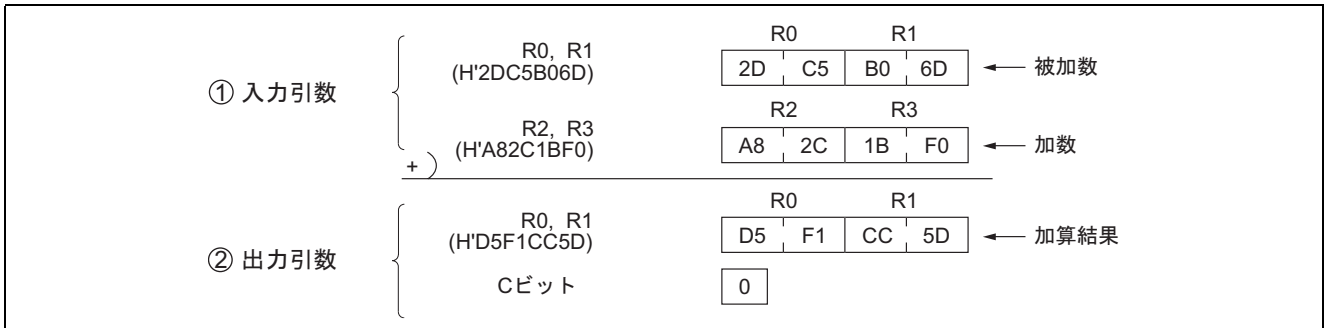

図 13-2 ソフトウェア ADD1 の実行例
(2) 図 13-2 にソフトウェア ADD1 の実行例を示します。